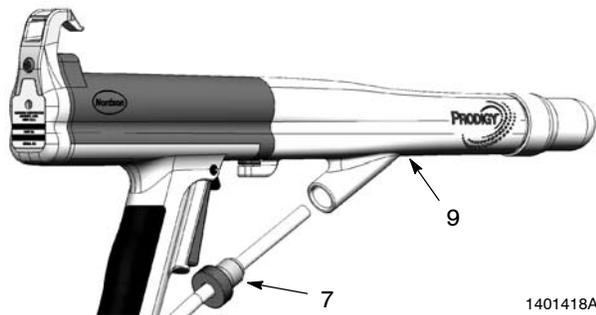

Fig. 1 Déconnexion du tuyau à poudre
1. Voir la figure 1. Dévisser le bouton de verrouillage (7) et sortir le tuyau à poudre de l'adaptateur (9).
6. Voir la figure 1. Enfoncer le tuyau à poudre dans l'adaptateur jusqu'à ce qu'il touche le fond. Visser le bouton de verrouillage dans l'adaptateur jusqu'à ce qu'il soit bien en place pour bloquer le tuyau.